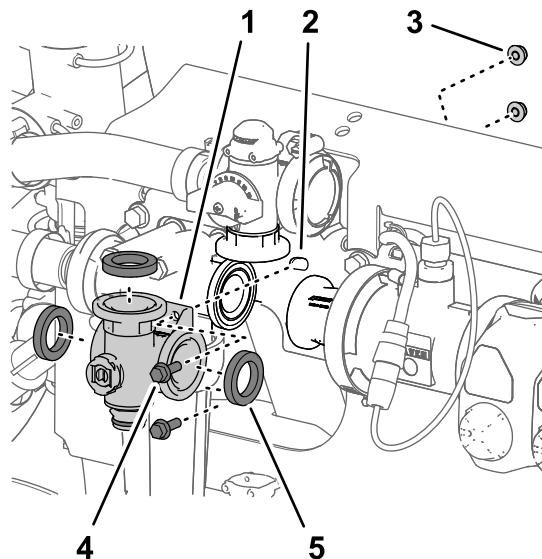

Figura 109
3. Retire los 2 pernos con arandela prensada ($\frac{1}{4}$ " x $\frac{3}{4}$ ") y las 2 tuercas con arandela prensada ($\frac{1}{4}$ ") que sujetan el distribuidor de la válvula de agitación al panel de montaje de las válvulas (Figura 109).
4. Retire el distribuidor de la válvula de agitación y las juntas de la máquina (Figura 109).